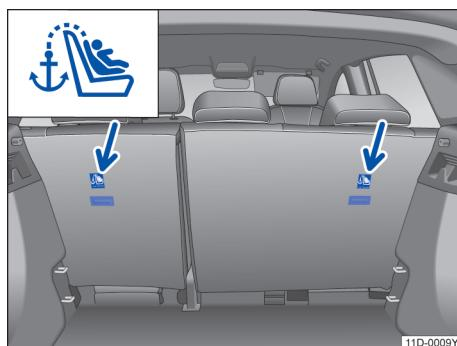

图 33 带顶部紧固绳的 ISOFIX 儿童座椅
- 将儿童座椅插到 ISOFIX 固定环上 \rightarrow 图 33，直到听见儿童座椅的啮合声。
- 安装正向儿童座椅时，将座椅靠背尽可能向前调节，使其靠在儿童座椅上 \rightarrow 图 33。
- 将顶部紧固绳固定到行李厢内的后部紧固环上 \rightarrow 图 33。
- 带有 ISOFIX 装置和顶部紧固绳的儿童座椅上标有一个示意图→图 33。